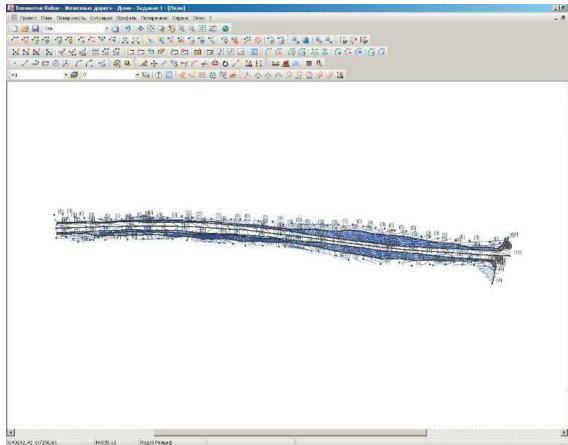

Рис.3. Цифровая модель рельефа
8. Получить выходную документацию: чертеж поверхности, на котором должны быть показаны точки, номера точек, отметки, горизонтали и структурные линии; поверхность 3-d, сечение рельефа в формате dxf (рис.3).